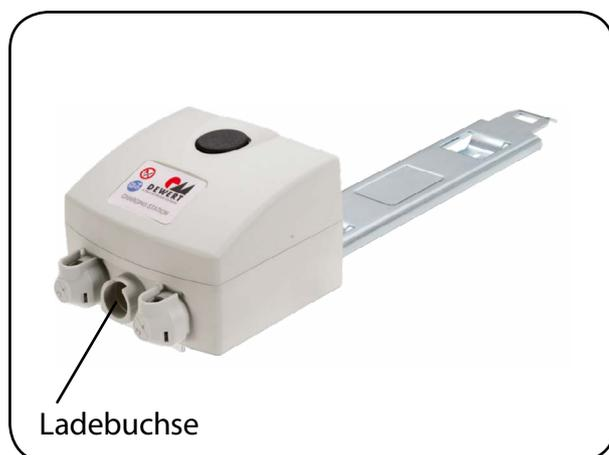

Abb. 6.3.02 – Montagesschiene mit Ladestation
2. Stecken Sie den Anschlussstecker vom Ladegerät in die Ladebuchse der Wandladestation (Abb. 6.3.02).